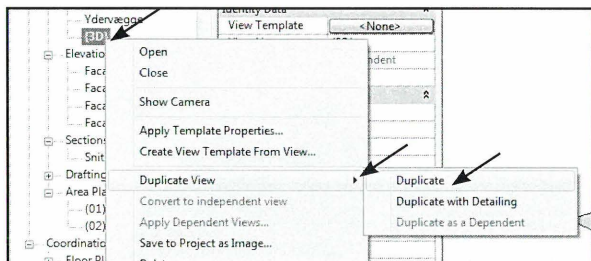

Fig. 15.18. Tag en kopi af et eksisterende 3D View.
- Tag en kopi af et eksisterende 3D View, ved at højreklikke - *Duplicate View - Duplicate* (Fig. 15.18).